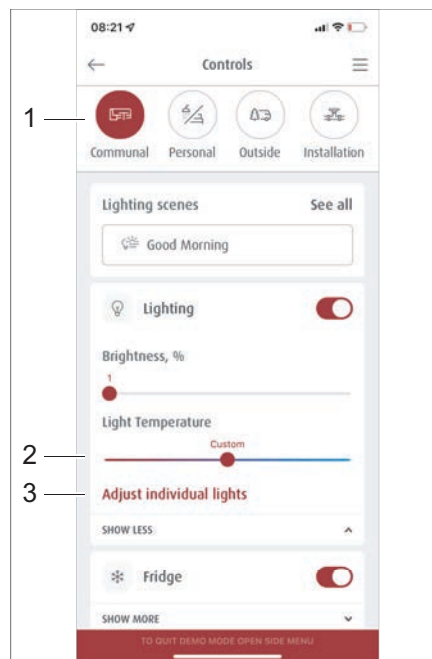
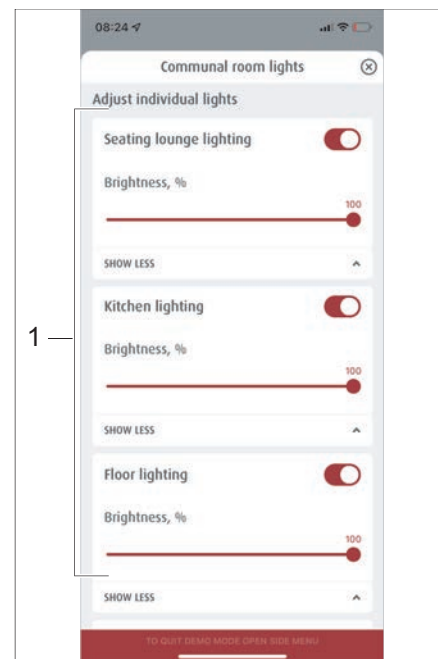

Bild 279 Val av färdiga scenarior
Bild 280 Administrera scenarior
- På menyn *Hantering* klickar du på knappen *Boende* (Bild 279,1) tippen.
- På menyn *Boende* klickar du på knappen *Ställa in individuell belysning* (Bild 279,3) tippen.
Menyn *Ställa in individuell belysning* (Bild 280) visas.
- På belysningsvalet (Bild 280,1) väljer du önskad belysning och ställer in ljstemperaturen med skjutreglaget (Bild 279,2).